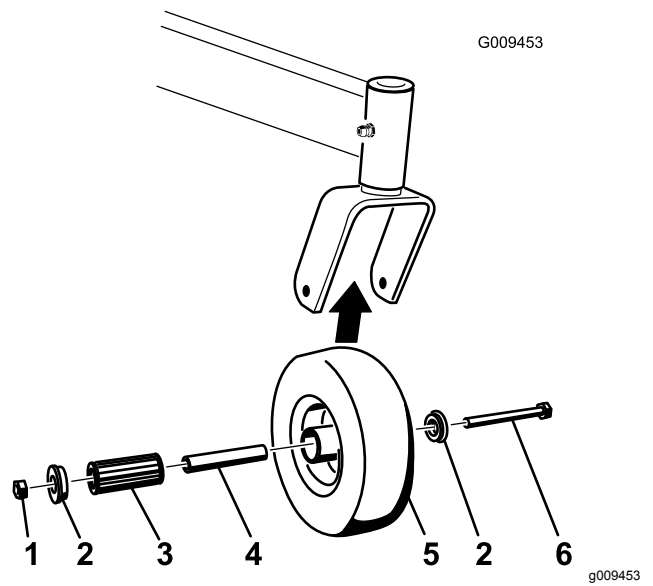

Figure 55
1. Enlevez le contre-écrou et le boulon de fixation de la roue pivotante à la chape (Figure 55).
2. Enlevez une bague, puis sortez la douille pour clé et le roulement à rouleaux du moyeu de roue (Figure 55).
3. Enlevez l'autre bague du moyeu, puis nettoyez la graisse et les saletés éventuellement présentes dans le moyeu (Figure 55).
**Remarque:** Remplacez les pièces endommagées ou usées (Figure 55).
5. Placez une bague dans le moyeu de roue (Figure 55).
6. Lubrifiez le roulement à rouleaux et la douille pour clé, et insérez-les dans le moyeu (Figure 55).
7. Mettez la deuxième bague dans le moyeu (Figure 55).
8. Montez la roue pivotante dans la chape à l'aide du boulon et du contre-écrou (Figure 55).
9. Serrez le contre-écrou jusqu'à ce que la base de la douille pour clé soit en appui contre l'intérieur de la chape (Figure 55).